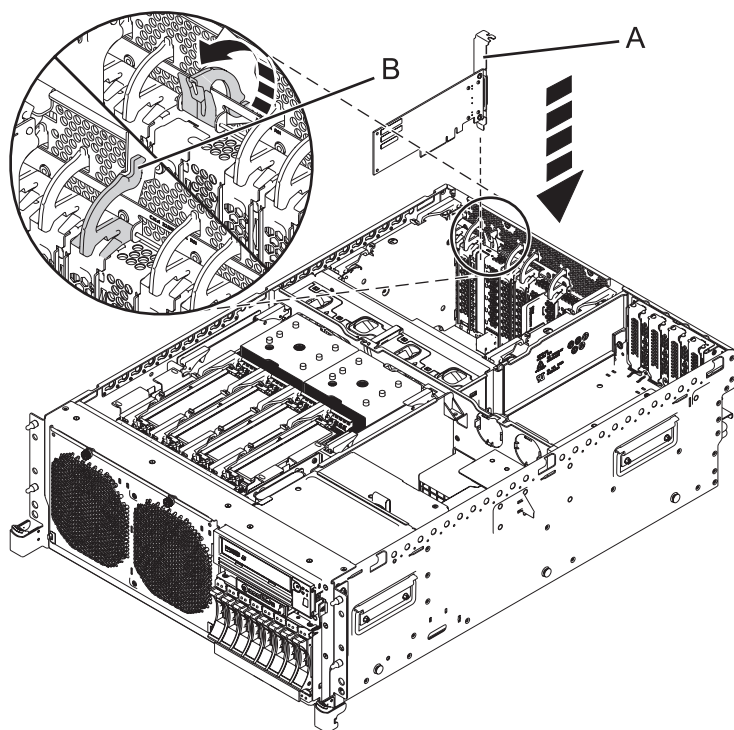
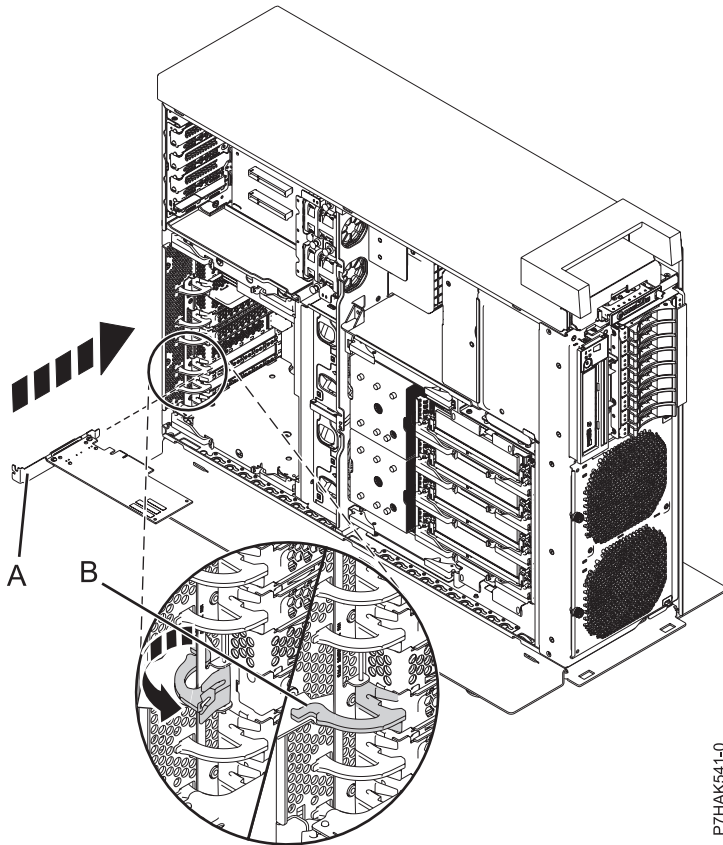

Figure 2. Installation d'une carte PCI dans une unité centrale montée en armoire
Figure 3. Installation d'une carte PCI dans une unité centrale autonome
15. Saisissez avec précaution la carte par son bord supérieur ou sa contre-poupée (A) et alignez-la carte avec l'emplacement d'extension et son connecteur sur le fond de panier du système, comme indiqué dans la figure 2.
17. Tirez le taquet de verrouillage de l'adaptateur (B) dans sa position de départ, comme indiqué dans la figure 2 et la figure 3, à la page 6.